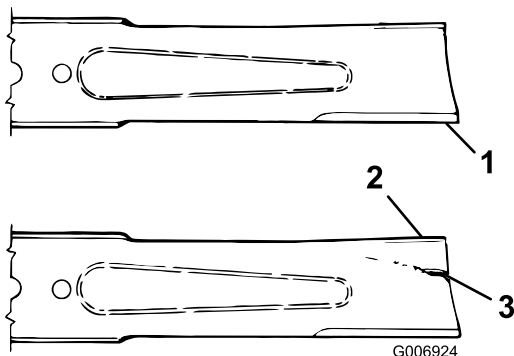

Figura 28
2. Controllate i taglienti (Figura 28). Se i taglienti non sono affilati o presentano intaccature, togliete le lame ed affilatele; vedere Affilatura delle lame.
3. Controllate le lame, in particolare l'area curva (Figura 28). In caso di danni, usura o scanalature nell'area (Figura 28), montate immediatamente una nuova lama.